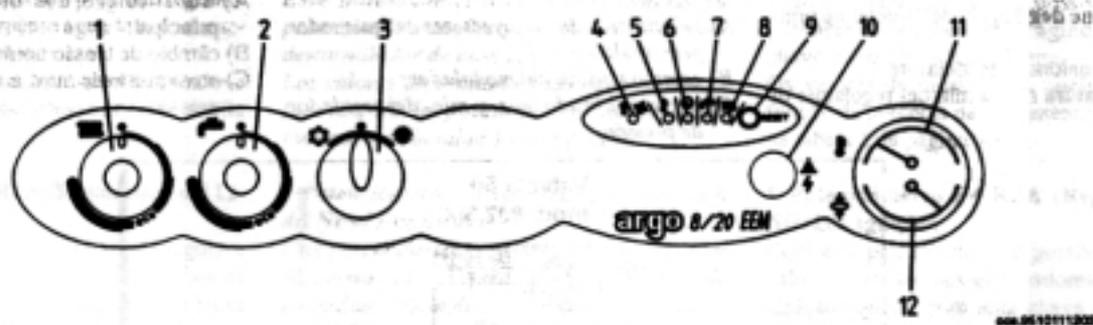

Figura 13
Con questo potenziometro è possibile regolare il tempo di attesa in riscaldamento ad ogni intervento del dispositivo di regolazione (1 figura 13 pagina 28) da 1 a 7 minuti.
*Con este potenciómetro es posible regular el tiempo de espera en calentamiento cada vez que se produzca una intervención del dispositivo de regulación (1 figura 13 página 28) de 1 a 7 minutos.*
Com este potenciómetro é possível regular o tempo de espera em aquecimento a cada intervenção do dispositivo de regulação (1 figura 13 página 28) desde 1 até 7 minutos.